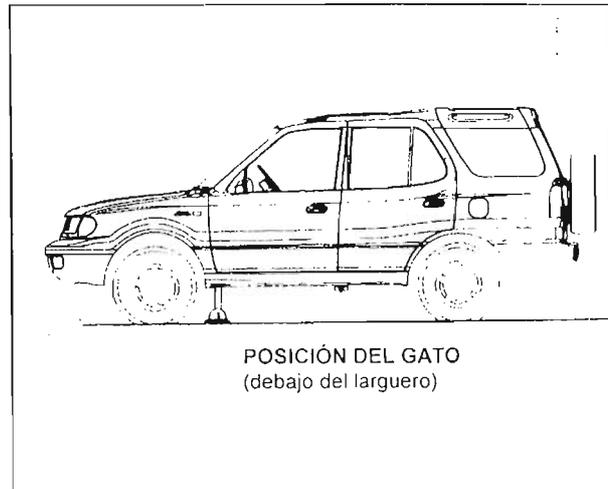

Fig. 1
- c. Mantenga el gato debajo del larguero, detrás de la rueda delantera y levante el coche con el gato. (Fig. 1). Apoye el larguero del bastidor detrás de las ruedas delanteras con un soporte adecuado.